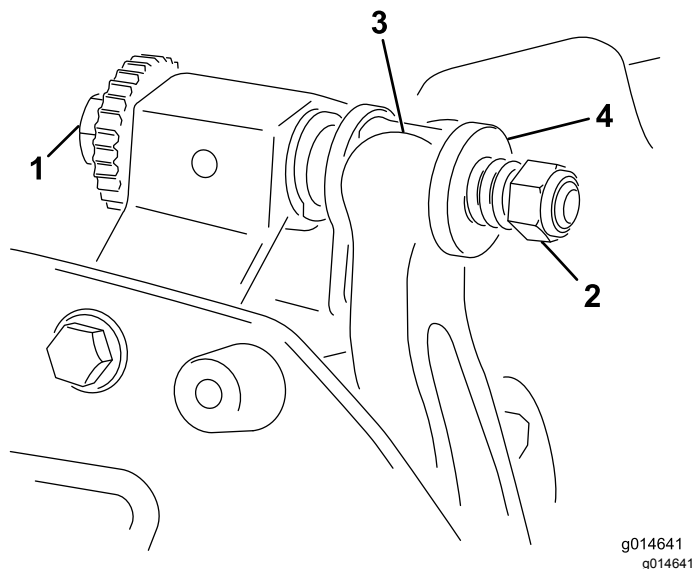

Рисунок 18
1. Поверните регулировочный винт планки неподвижного ножа против часовой стрелки, чтобы отвести неподвижный нож от барабана (Рисунок 18).
2. Отвинчивайте гайку натяжения пружины до тех пор, пока шайба больше не будет нажимать на планку неподвижного ножа (Рисунок 18).